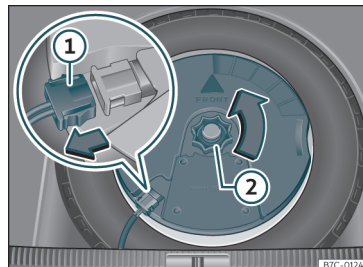

Fig. 198 Nel bagagliaio: smontare il subwoofer.
- Scollegare il cavo dell'altoparlante *subwoofer*»» **fig. 198 ①**.
- Ruotare la manopola di fissaggio in senso antiorario»» **fig. 198 ②**.